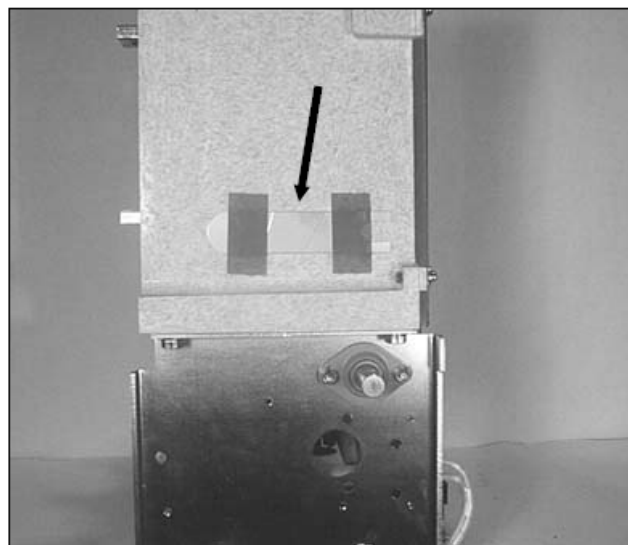

Рис. 2 Расположение измерителя износа
- Измеритель износа контактора (рис. 2)